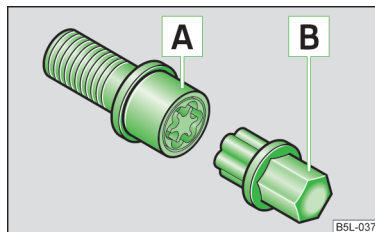

Fig. 111
Șuruburile de roată antifurt protejează roțile față de un furt. Aceste șuruburi pot fi slăbite, respectiv strânse cu ajutorul adaptorului B » fig. 111.
- Introduceți adaptorul B » fig. 111 cu partea dințată în coroana interioară dințată a șurubului de roată antifurt A.